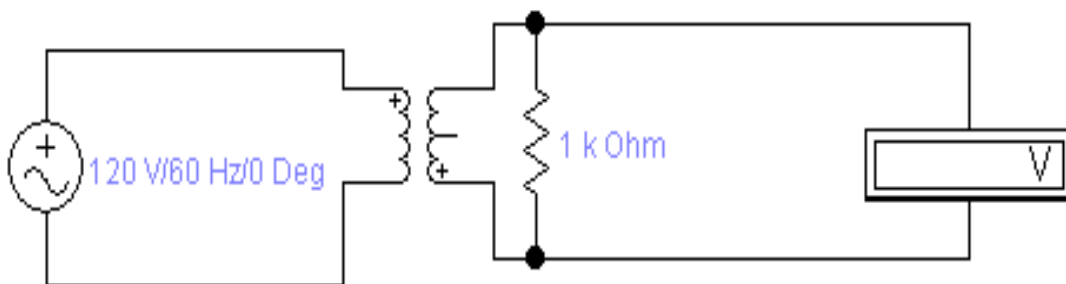

Рисунок 4.13 – Запропонована схема з трансформатором
1. Зібрати коло змінної напруги з трансформатором та дослідити процеси, які перебігають у колі, за допомогою вольтметра (рис. 4.13). Для цього необхідно розташувати на робочому полі джерело змінної напруги, трансформатор, резистор, вольтметр.